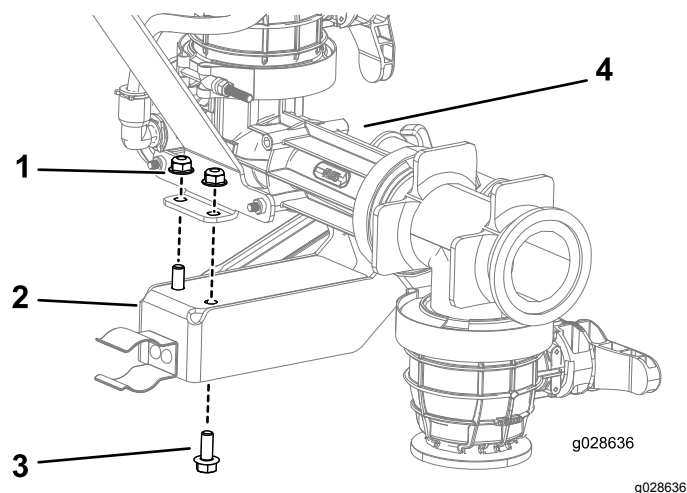

Figura 11
1. Fissate la maniglia al nebulizzatore utilizzando 2 bulloni flangiati e 2 dadi flangiati (Figura 11).